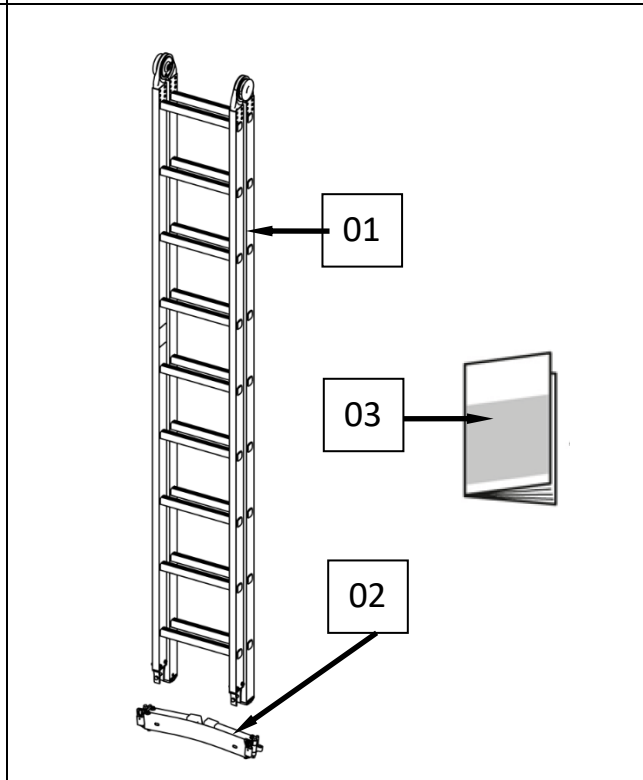

Abbildung 6: Lieferumfang Zweigelenkleiter, Klapptraverse Typ 981-2
- 1 x Zweigelenkleiter Typ 981-2 → Abbildung 6, Pos 01
- 1 x Klapptraverse → Abbildung 6, Pos 02
- 1 x Bedienungs- und Nutzungsanleitung → Abbildung 6, Pos 03